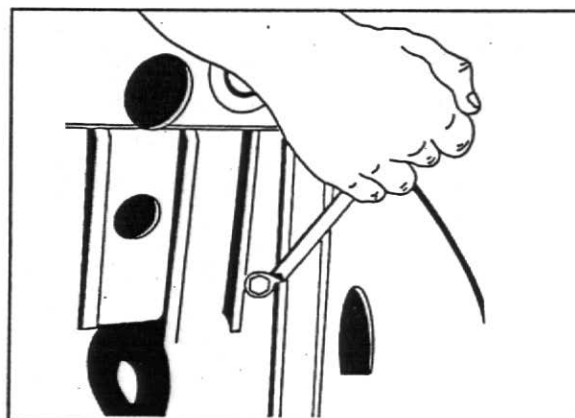

Fig.1
1. Retire a tampa, as mangueiras do radiador e o bujão de drenagem do bloco do motor. Assegure-se de que o orifício de drenagem não está obstruído, fig. 1.